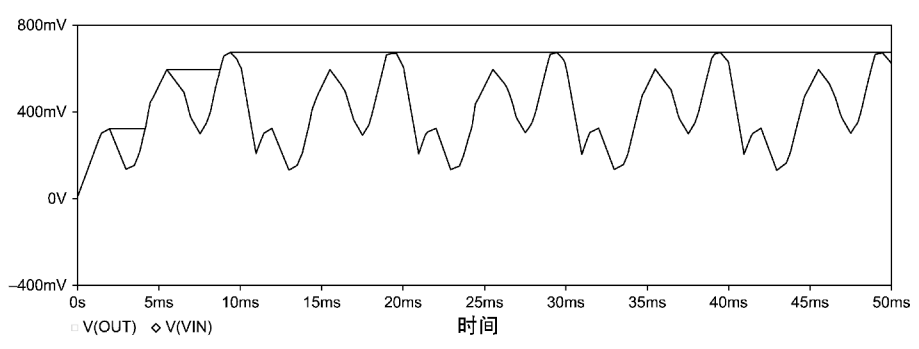

图 7.21 输入电压信号 V_{in} 为周期模型
14. 配置 PSpice 设置文件，仿真时间增加到 50ms，运行仿真程序。仿真结果如图 7.21 所示，其中 V_{in} 为周期信号。